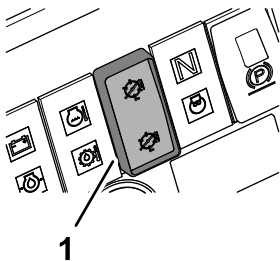

Figura 10
- Per azionare gli apparati di taglio, premete la parte superiore dell'interruttore della trasmissione dell'apparato di taglio (Figura 10).